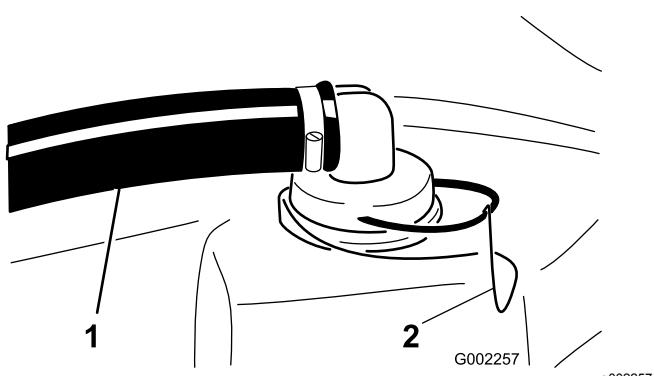

Figura 66
- Sopra al serbatoio dell'irroratrice togliete il fermo che fissa il raccordo del flessibile al flessibile grande e dall'alloggiamento del filtro (Figura 66).
3. Rimuovete il flessibile e il relativo raccordo dall'alloggiamento del filtro (Figura 66).